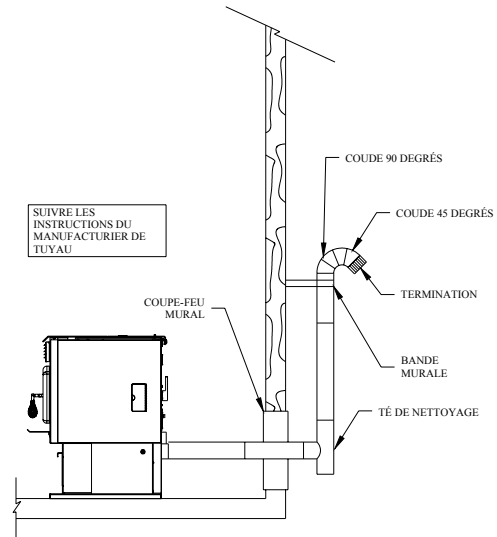

FIGURE 7
A. INSTALLATION HORIZONTALE À TRAVERS UN MUR (voir figures 7 & 8)